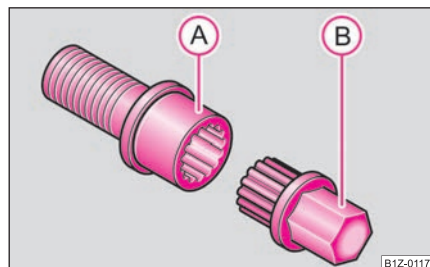

Fig. 216 Tornillo de seguridad para ruedas con adaptador
- Introducir el adaptador (B) con su lado dentado hasta el tope de tal modo en el dentado interior del tornillo de seguridad para ruedas (A), que ya sólo sobresalga el hexágono exterior ⇒ fig. 216. ►